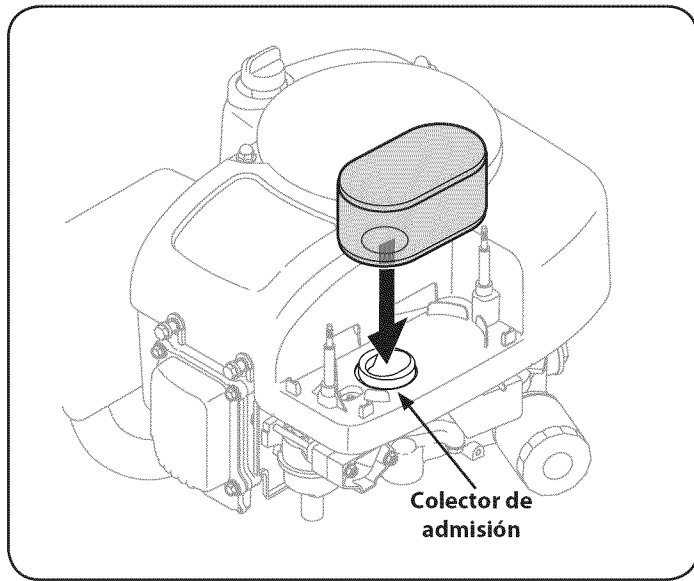

Figura 26
5. Sujete el filtro de aire nuevo con el elemento de espuma, para lo cual debe alinear el orificio del filtro de aire con el colector de admisión. Vea la Figura 26.